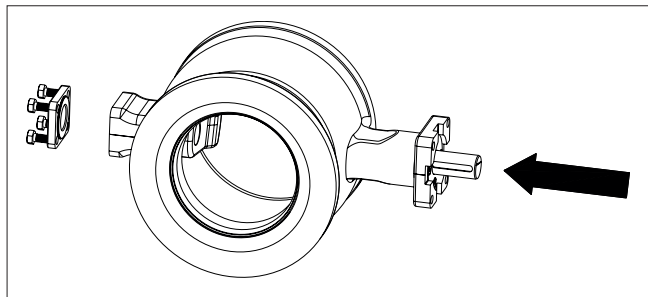

Abb. 22 Entfernen des Blindflansches
- Bei DIN 65-100 Ventilen (ausser Versionen mit geringem Cv) entfernen Sie den Blindflansch (10) und drücken das Kugelsegment in die hintere Position, Abb. 22.